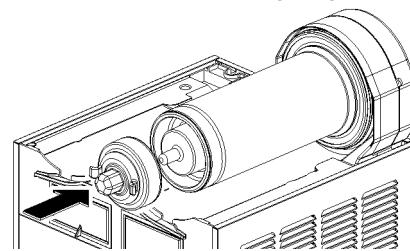

Bild 14
- 5 Setzen Sie der Magnetantrieb auf den Verdampfer und beachten Sie, dass er am Ende richtig eingesetzt ist (Bild 14).